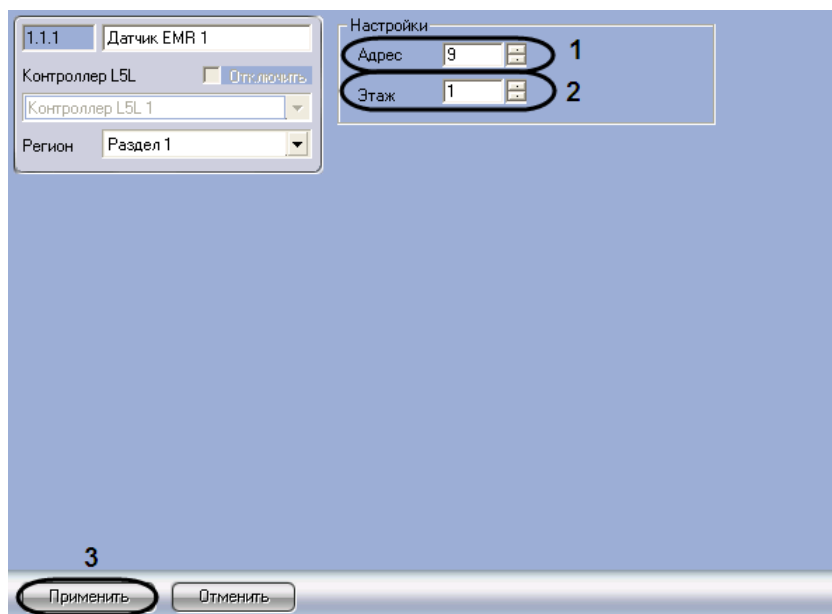

Рис. 3.3—32 Панель настройки объекта Датчик EMR
2. В поле **Адрес** ввести с помощью кнопок **вверх-вниз** адрес датчика EMR в десятичной системе счисления (см. Рис. 3.3—32, 1).
3. В поле **Этаж** ввести с помощью кнопок **вверх-вниз** номер этажа, на котором установлен датчик EMR (см. Рис. 3.3—32, 2).